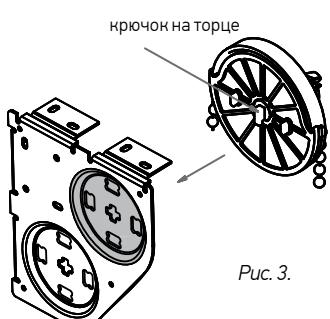

Рис. 3.
4. Установить второе изделие, которое будет находиться впереди, дальше от окна. Вставить его в **верхнее** отверстие двойного кронштейна со стороны управления таким образом, чтобы крючок на торце был направлен вертикально вниз (Рис. 3). Вставить изделие в верхнее отверстие второго двойного кронштейна с другой стороны.